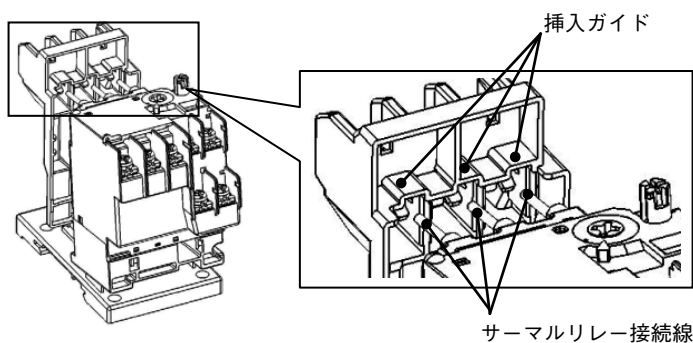

図1
- ① 単独設置ユニットの端子ねじをいっぱいまで緩めてください。
- ② サーマルリレー接続線を、単独設置ユニットの挿入ガイドに沿って挿入してください（図1）。